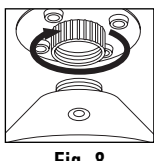

Fig. 8
1. Vissez le luminaire dans la douille du haut de la tente, en sens horaire. (Fig. 8)